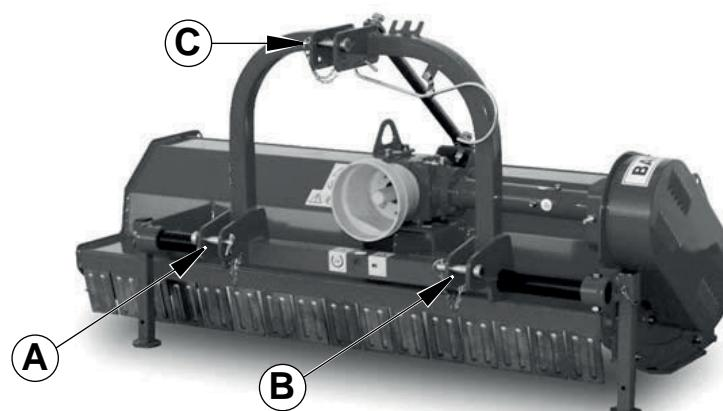

Fig. 6
Le piastre (A-B-C Fig. 6) vanno montate sempre e solo come illustrato in Fig. 6 con i fori posizionati anteriormente al tubo quadro.
*Pladerne (A-B-C Fig. 6) skal altid udelukkende monteres som vist på Fig. 6 med hullerne placeret foran det firkantede rør.*
Plattorna (A-B-C, Fig. 6) ska alltid monteras som visas i Fig. 6 med hålen pekande framåt från fyrkantsröret.
- 1) Accostare le barre del sollevatore ponendole all'interno delle piastre (A-B-C Fig. 6), inserire il perno nel foro predisposto e bloccare con le copiglie a scatto.
- 4) Collegare il terzo punto superiore (C Fig. 6) ed effettuare una corretta regolazione con il tirante, verificando che il piano superiore della macchina risulti parallelo al piano terra.
- 1) *Placer liftens arme og placer dem i pladerne (A-B-C Fig.6), sæt tappen ind i det passende hul og bloker med snap-blindpropperne.*
- 4) *Tilslut det tredje øverste punkt (C Fig. 6) og foretag en korrekt justering med håndtaget, sådan at maskinens øverste flade befinder sig parallelt med den nederste.*
- 1) Anslut de nedre kopplingspunkterna på mest passande plats (A-B-C Fig. 6). Anslut genom att sätta i kopplingsbultarna och sedan låsa dessa med lässprintarna.
- 4) Anslut toppstången (C Fig. 6) och justera dess längd tills dess maskinens övre plana del är parallell med marken.